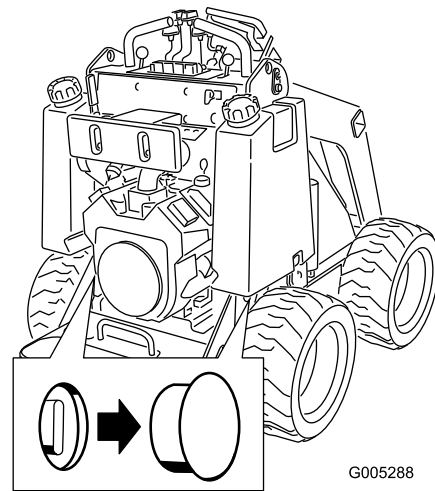

Figure 10
2. Enlevez l'obturateur de chaque vanne de remorquage (Figure 10).